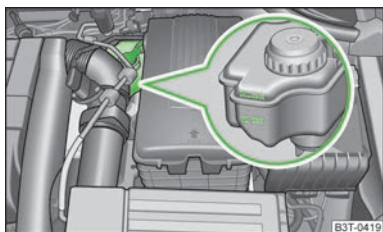

Fig. 144
- Comprobar el nivel de líquido de frenos en el depósito » fig. 144. El nivel debe encontrarse entre las marcas "MIN" y "MAX".